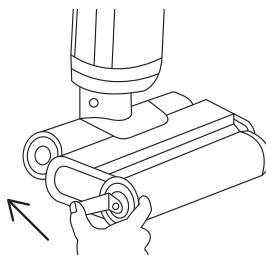

Рис. 4
- Установите ролик электрической турбощетки на место, согните ручку и прижмите ее к электрической турбощетке до щелчка, чтобы закрепить ролик (Рис. 4).